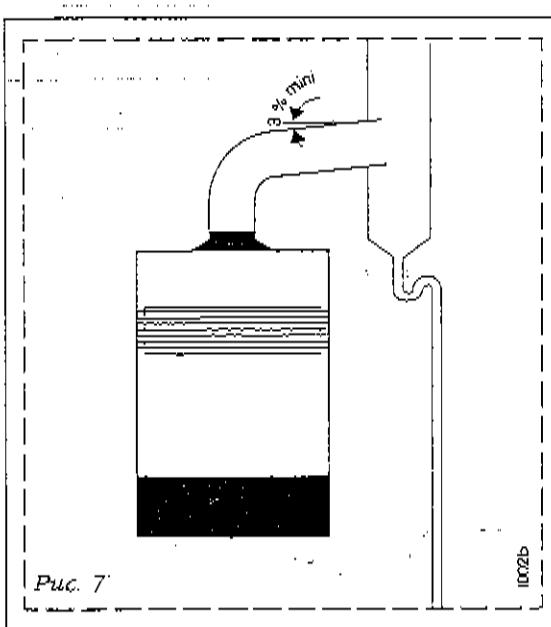

Рис. 7
- Отводный трубопровод должен быть выполнен таким образом, чтобы конденсат из трубопровода ни при каких обстоятельствах не мог стекать в котел. С другой стороны, горизонтальная часть отводного трубопровода, если она длиной более 1 метра, должна иметь наклон не менее 3% (рис. 7).